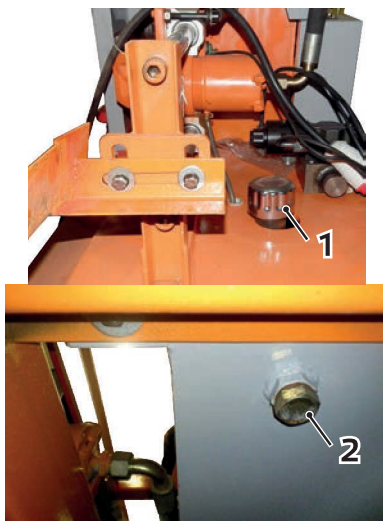

Рис. 20
1. Открутите крышку маслосливного отверстия 1 (Рис. 20).